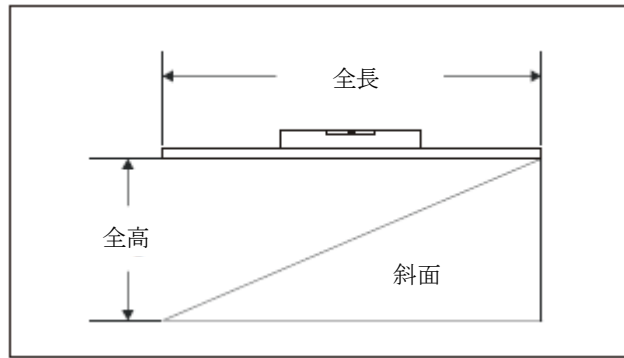

図 8.7 - 勾配（パーセント）の計算
2. 勾配の下側の端部を持ち、2×4材に乗せた水準器が水平になる位置まで2×4材を上げます(図8.7を参照)